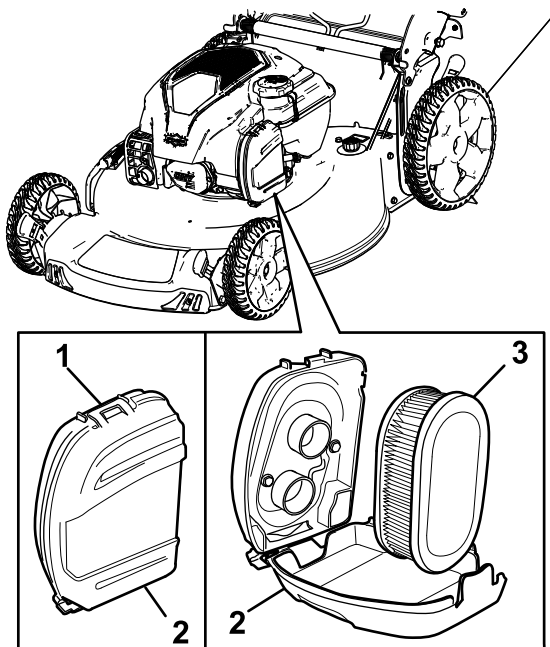

Figure 27
1. Déclipsez le haut du couvercle du filtre à air (Figure 27).
2. Retirez le filtre à air (Figure 27).